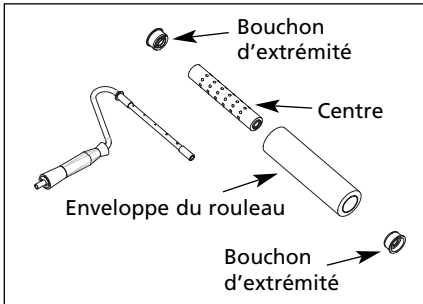

Figure 7 - Retirer le centre-enveloppe
1. Retirez l'enveloppe du rouleau et le centre en démontant le tout tel qu'indiqué sous la figure 7. Mettez les pièces de côté.